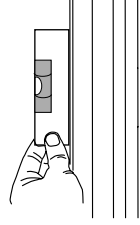

Рис. 3
**Очень важно, чтобы корпус экрана располагался строго горизон- тально. Рекомендуется использовать уровень (рис. 3) для более правильного монтажа экрана.**